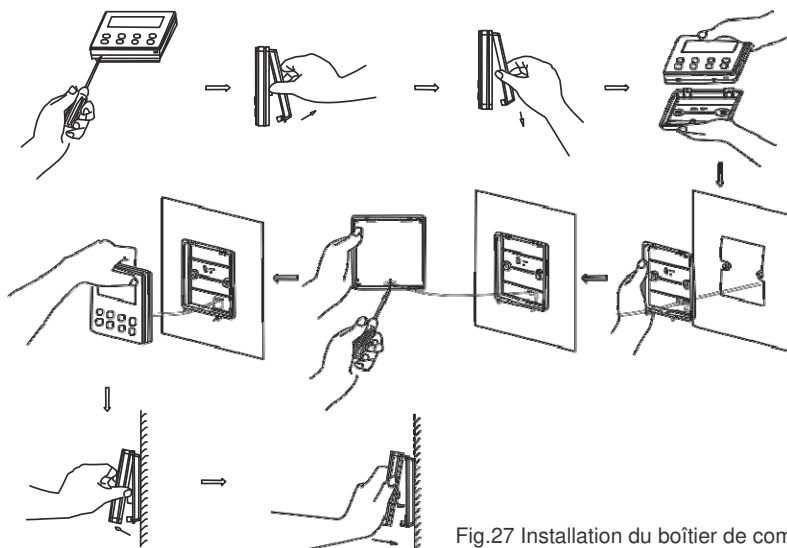

Fig.27 Installation du boîtier de commande
- (2). Une fois l'unit. Int. hors tension, fixez la ligne de com. sur la plaque de connexions à l'aide de vis. Ensuite, les étapes d'installation spécifiques sont indiquées dans la Fig.27 :